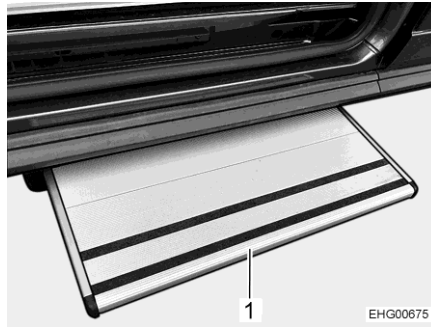

Bild 2 Eintrittstufe
- Eintrittstufe (Bild 2,1) von Hand vorsichtig und langsam hineinschieben.